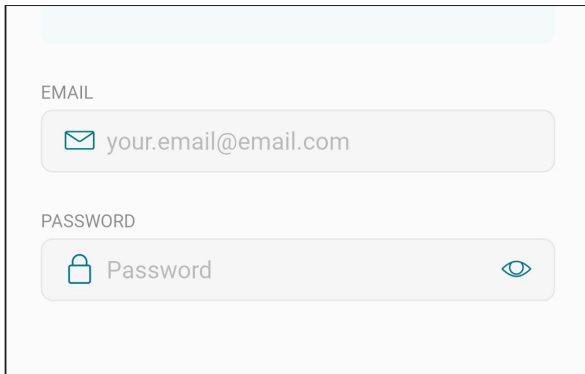

Figure 78. Connexion à l'appli mobile Raymote
- Ouvrez l'appli mobile Raymote et connectez-vous avec votre nom d'utilisateur et votre mot de passe, voir **Figure 78**.